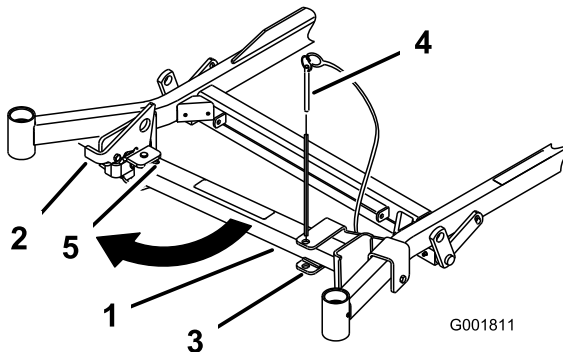
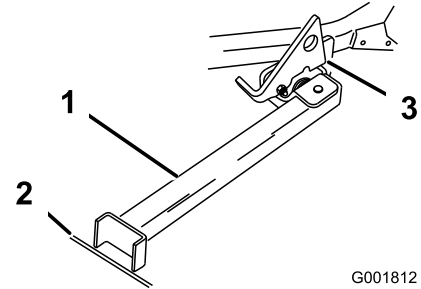

Figura 27
Figura 28
2. Retire el pasador del soporte (Figura 27).
3. Levante el enganche. Gire el pie del soporte hacia adelante, y deslice el soporte hacia la máquina, hasta que encaje en la parte de abajo de la ranura (Figura 27 y Figura 28).
4. Ponga el pie del soporte en el suelo con el enganche descansando sobre la pestaña de giro (Figura 28).
**Nota:** Para obtener los mejores resultados, coloque el pie del soporte en una ranura de la acera o en el césped (Figura 28).
6. Conduzca la máquina sobre el soporte. Pare cuando el enganche caiga por encima de la pestaña a la posición BLOQUEADA (Figura 28). Una vez que esté sobre el soporte, ponga el freno de estacionamiento y apague el motor.
5. Ponga el soporte de nuevo en su posición de DESCANSO (Figura 27).